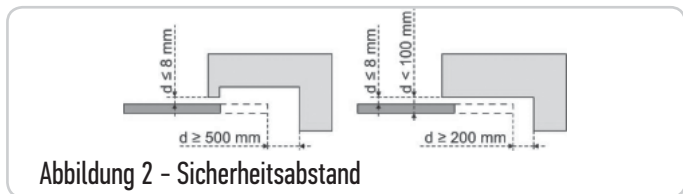

Abbildung 2 - Sicherheitsabstand
<p>ZONE 2 Quetschgefahr an einem angrenzenden festen Bauteil</p>	<p>Hindemiserkennung durch den Antrieb. Es muss unbedingt geprüft und festgestellt werden, dass die Grenzwerte der Betriebskräfte und Reversierungszeiten gemäß Anhang A der Norm EN 12 453 eingehalten sind. Schutz durch eine mechanische Vorrichtung (siehe Abbildung 1) oder durch Sicherheitsabstände (siehe Abbildung 2)</p>
2.2 Anwendungsbereich - Abb. 2
Torart (Abb.2)
Torgröße (Abb. 2)